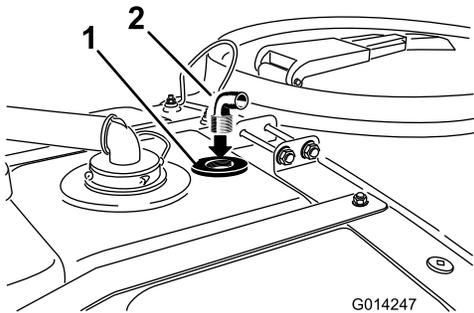

図 16
4. すずぎ用ノズルのバルクヘッドの開口のねじ山に、フィッティングを取り付ける (図 16)。